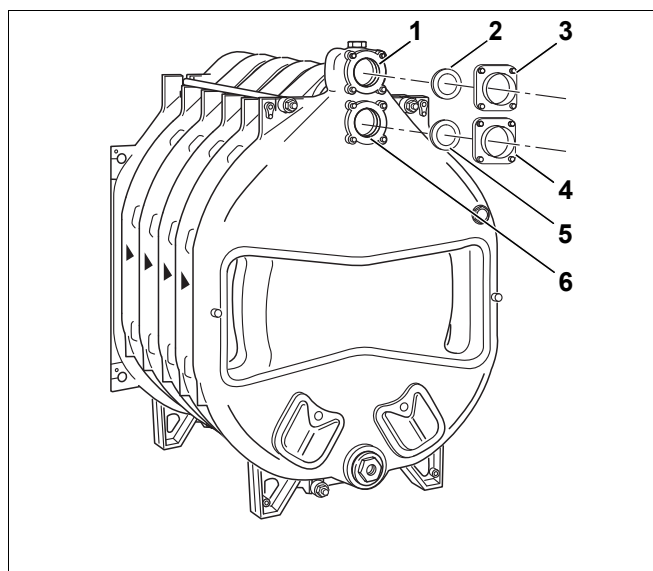

Рис. 23 Монтаж соединительного фланца
- На верхней ступице котла (рис. 23, [6]) устанавливается фланец с приваренным патрубком для последующего подключения обратной линии. На рисунке показаны фланец и уплотнительное кольцо (рис. 23, [4] и [5]).
Фланец подающей линии (рис. 23, [3]) с уплотнительным кольцом (рис. 23, [2]) используются при дальнейшем подключении подающей линии (рис. 23, [1]).